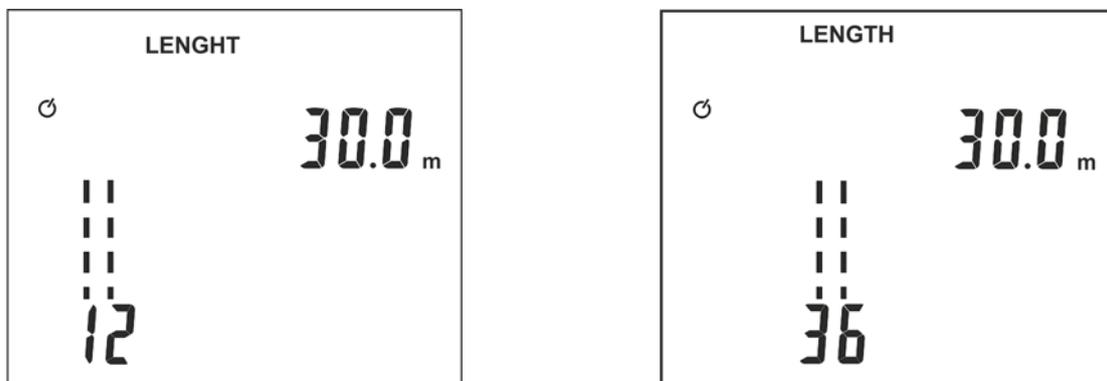

Fig. 14: Resultados de la medida de longitud del cable
6. Pulse la tecla **TEST/←** para realizar la medida de longitud relativa al par "1-2" para cables RJ45 y RJ11 (ver la Fig. 14 – parte izquierda) o para cables COAX (ver la Fig. 14 – parte derecha)